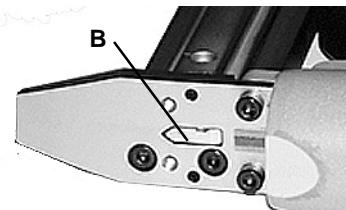

Abbildung 7
4. Drücken Sie den blockierten Nagel aus der in Abbildung 7 gezeigten Öffnung (**B**). Sie haben darauf von der Innenseite des Magazins Zugriff.